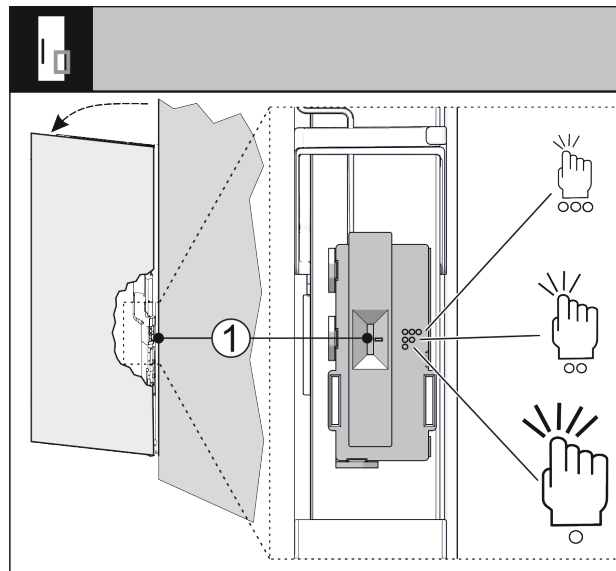

Fig. 32
Sie können die Empfindlichkeit des Klopfensors über einen Schalter Fig. 32 (1) einstellen. Der Schalter ist scharnierseitig am unteren Drittel der Tür.
- Schalter Fig. 32 (1) auf gewünschte Schalterstellung schieben.